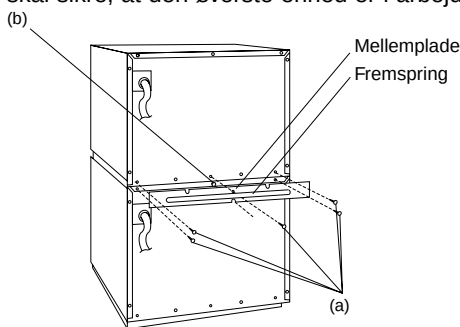

Fig. 1
1. Sæt den ene ovn ovenpå den anden og fjern skrue (a) fra hver ovn som vist i fig. 1.